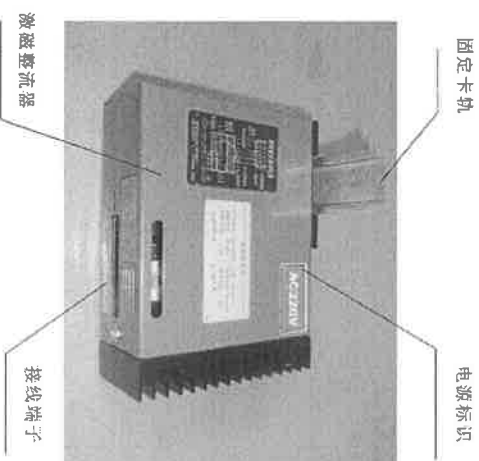

图 12
- (1) 激磁整流器在电气控制柜中安装时，见图 12，应先将卡轨固定，然后将激磁整流器推入轨道固定。
(2) 激磁整流器的固定卡轨为宽35mmDINU型铁轨。
(3) 引线过长将影响激磁整流器的参数。